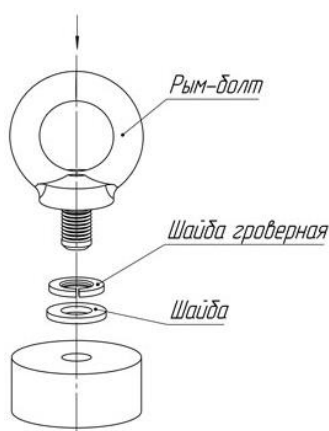

Рис.1
6.6.2. Установить рым-болт на верхней части светильника согласно Рис.1.